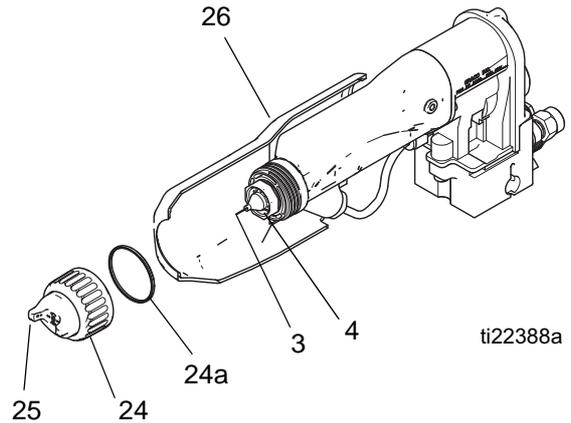

FIG. 19. Hava Başlığını ve Akışkan Nozulunu Temizleme
3. Hava başlığı tertibatını (24, 25) ve tabakayı (26) çıkartın. Bkz. FIGURE 19.
4. Akışkan nozulu (4), tabaka (26), ve tabancanın dışını solvente batırılmış bir bezle iyice silin. Solventin hava geçiş yollarına bulaşmasını önleyin. Mümkün olduğunda, tabancayı temizlerken tabancayı aşağıya doğrultun.
5. Akışkan nozulu (4), hava geçiş yollarında boya kalmış gibi görünüyorsa, bakım işlemi için tabancayı hattan ayırın. Temizleme ve değiştirme amacıyla akışkan nozulunu değiştirmek için, bkz. **Hava Başlığı/Nozulunu Değiştirilmesi**, sayfa 42.
6. Hava başlığını (25) yumuşak kıl fırçası ve solventle temizleyin veya hava başlığını uygun solvente daldırın ve başlığı temizleyin. Metal aletler kullanmayın.
7. Tabakayı (26) tabanca üzerinde kaydırın.
8. Hava başlığını (25) dikkatlice takın. Elektrodu (3) hava başlığının merkezi deliğine yerleştirdiğinizden emin olun. Hava başlığını istenilen pozisyona döndürün.
9. U-kabının (24a) tutma halkası (1) üzerinde yerinde durduğundan emin olun. Dudaklar ileriye bakmalıdır. Hava başlığı sıkıca yerine oturana kadar tutma halkasını sıkılaştırın; hava başlığı boynuzu elle dönmeyecek şekilde olmalıdır.